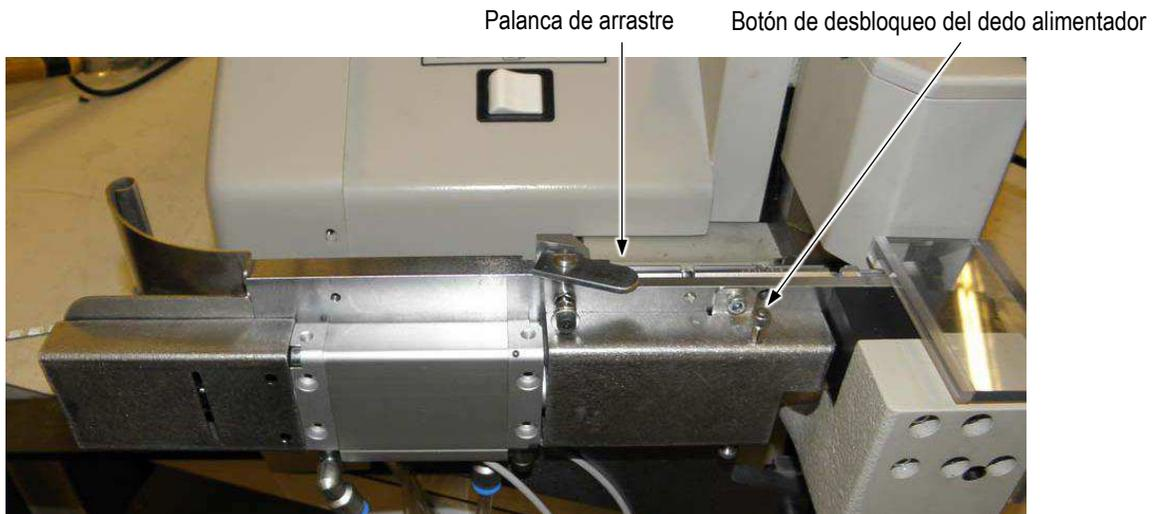

Figura 13
2. Gire la palanca de arrastre para desbloquear y mantener abierto el arrastre (hacia atrás); a continuación, pase la tira de terminales a través de la guía de la tira y el surco de la placa de alimentación hasta que el extremo llegue al dedo alimentador (consulte la Figura 13).